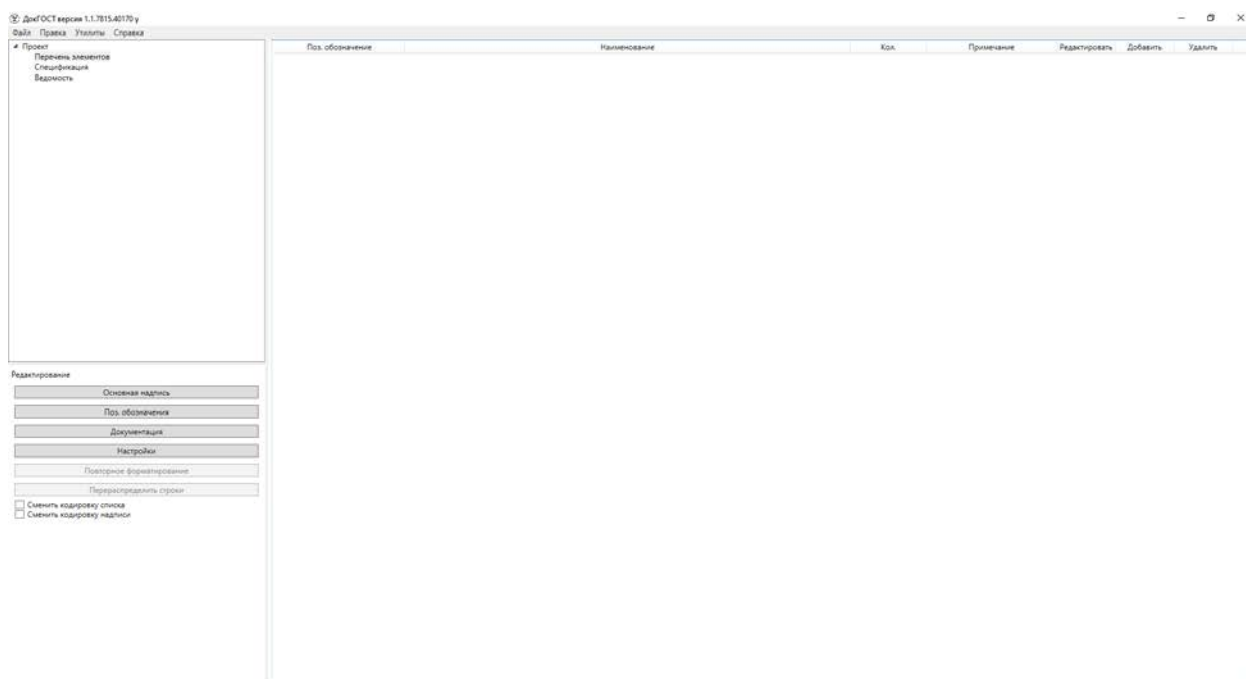

Рисунок 7
4) Запустите DocGOST.exe и создайте новый проект (Файл → Создать проект) (рисунок 7)